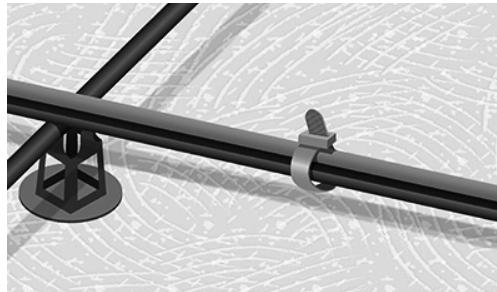

Fig. 5. Kabelen festet. Kabelstrip er løse og ikke på skjøtene
6. Rull ut varmekabelen og fest varmekabelen til det forsterkende nettet underveis (fig. 5).
- Varmekabelen er festet i hele dens lengde slik at den er lagt ut med riktig senteravstand (CC) og ikke berører eller krysser seg selv.